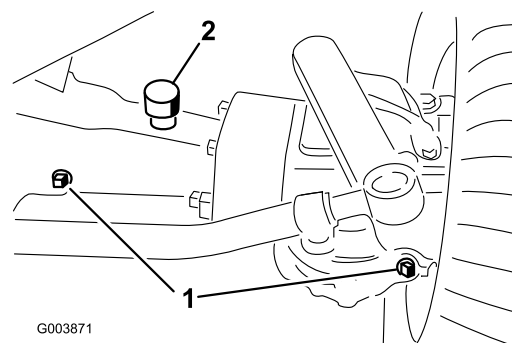
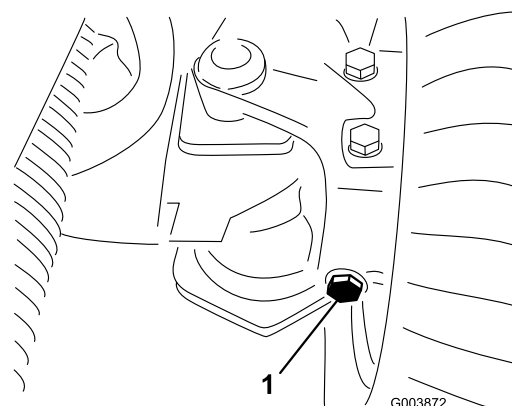

Figura 29
Figura 30
2. Retire os 3 tampões de verificação do eixo (Figura 29 e Figura 30) e certifique-se de que o lubrificante está ao cima de cada orifício.